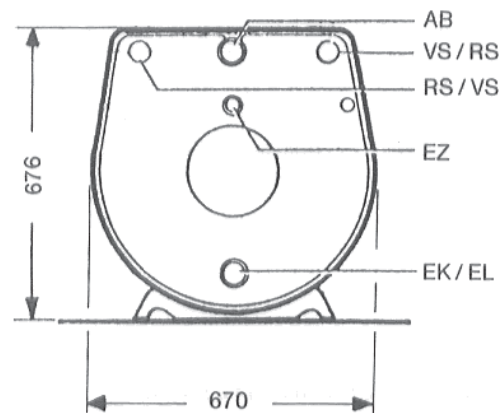

Рис. 3
Легенда (рис. 3 и 5):
Внимание: Чтобы предотвратить повреждение термически нанесенной глазури в выходном отверстии хозяйственной воды (AB), во входном отверстии холодной воды (EK) и в циркуляционном отверстии (EZ), в них нельзя вставлять предметы с острой кромкой (рис. 3).